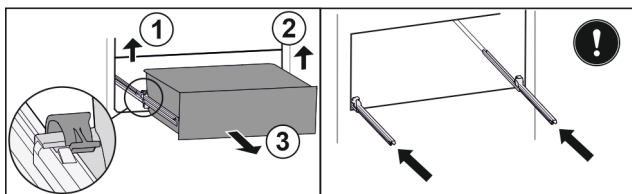

Fig. 89
- ▶ Løft den venstre klemme, og træk samtidigt skuffen i venstre side fremad. Fig. 89 (1)
- ▶ Løft den højre klemme, og træk samtidigt skuffen i højre side fremad. Fig. 89 (2)
- ▶ Tag skuffen ud fremskudt. Fig. 89 (3)